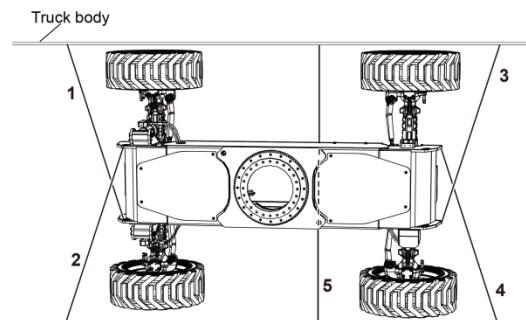

Figur 10-2 Bremsfrigjøring
- 2) Skru løs de fire bremsefrigjøringssskruene på bakakselen innover, som vist i figur 10-2.